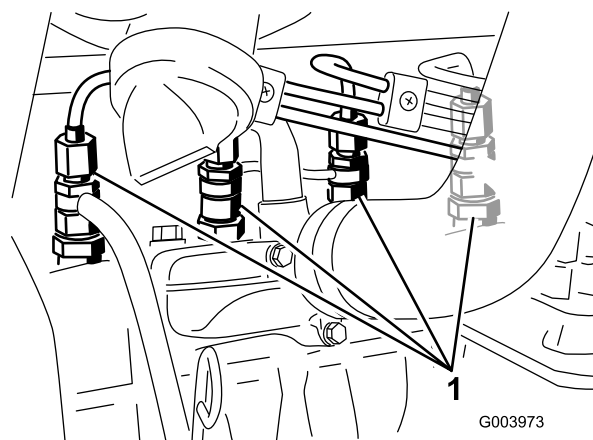

Figura 38
1. Allentate il raccordo dell'ugello n. 1 ed il gruppo portaugelli (Figura 38).